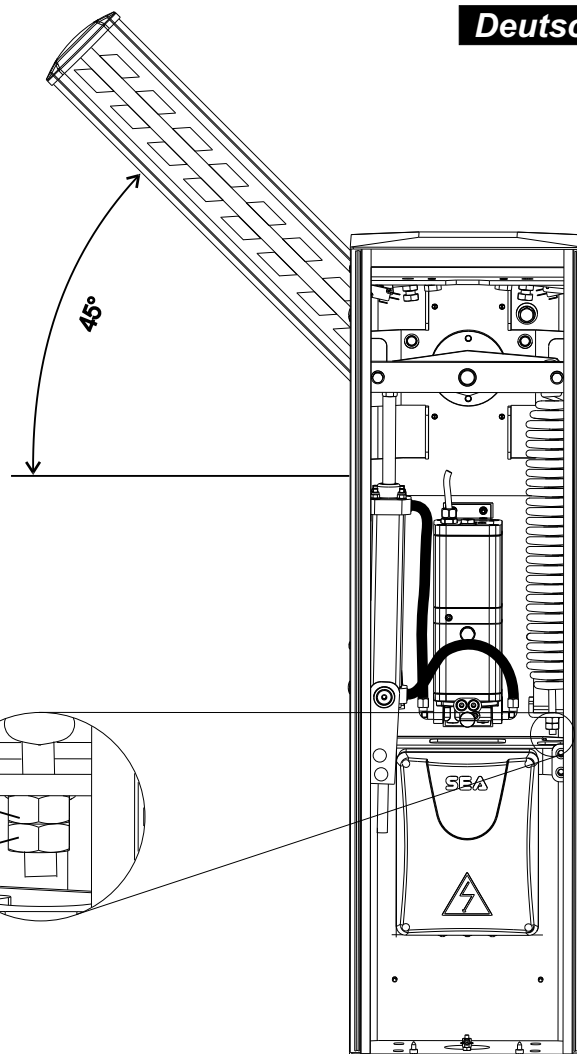

Abb. 12
- Den Baum mit Hilfe der manuellen Entriegelung entriegeln, sodass dieser manuell geöffnet und geschlossen werden kann (Abb.12).
- Die Zugfeder-Regelmutter so einstellen, bis die Zugfeder das Gewicht des 45° geneigten Schlagbaums ausgleicht (Abb.12). Sobald der Schlagbaum auf der in Abb.12 aufgeführten Stellung stillsteht, sind die richtigen Voraussetzungen für eine ideale Abstimmung gegeben.